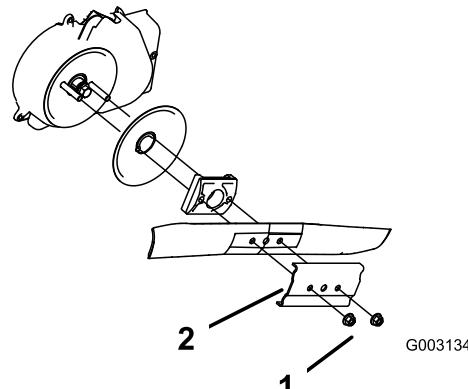

図 34
3. ブレードナット 2 個とスティフナを取り外す 図 34。
4. ブレードを取り外す 図 34。
5. 新しいブレードを取り付ける 図 34。